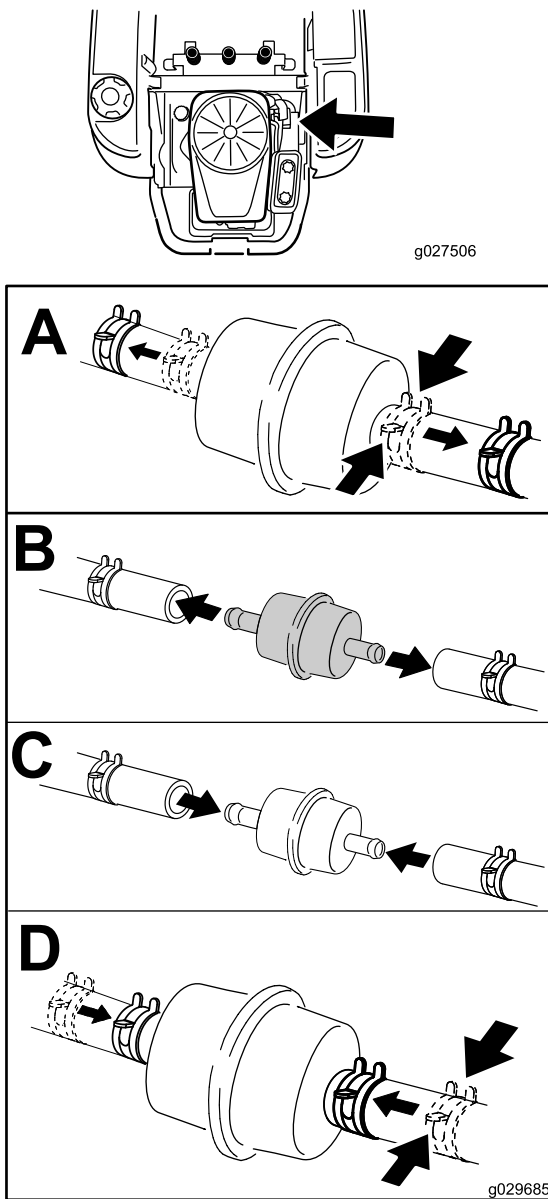

Figura 39
3. Localice el filtro de combustible en el lado izquierdo del motor, según se muestra en Figura 39.
4. Apriete los extremos de las abrazaderas y deslícelas por la manguera alejándolas del filtro (Figura 39).
6. Instale un filtro nuevo – la flecha que indica el sentido de flujo debe apuntar hacia el motor. Acerque las abrazaderas al filtro (Figura 39) para sujetarlo.